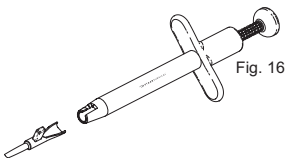

Fig. 16
1. Skyv patronen inn i fronten av injektoren og smekk den vertikale flisen fast i posisjon. (Fig. 16 og 17)